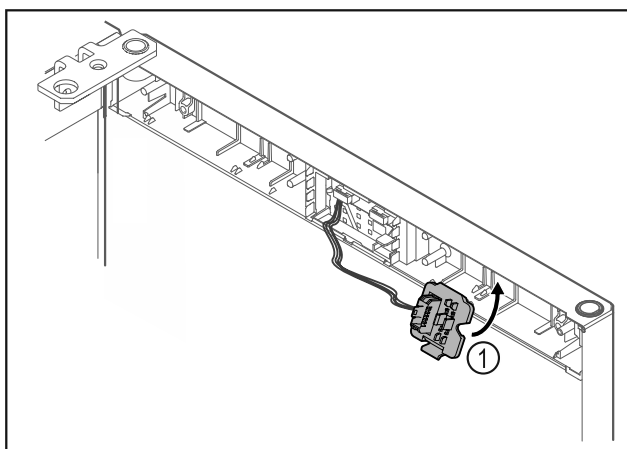

Fig. 17
- ▶ Držalo vtiča Fig. 17 (1) pritrдите na nasprotno stran.